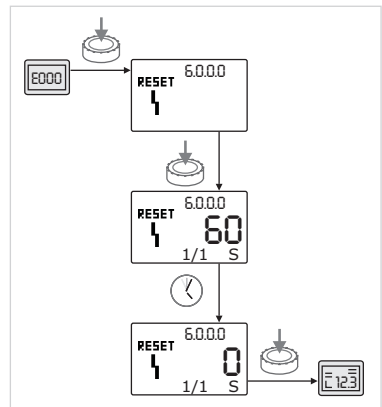

Fig. 59: Квитування помилок типу A або D
- Незалежно від того, належить помилка до типу A або D, квітування роблять в описаний нижче спосіб (Fig. 59):